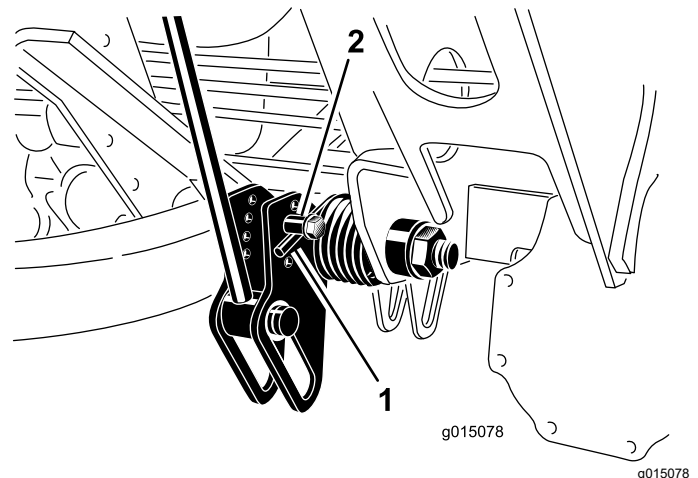

Figura 72
2. Infilate un tubo o un oggetto simile sull'estremità della molla lunga al fine di allentare la tensione della molla durante la messa a punto (Figura 72).
3. Mentre allentate la tensione della molla, togliete il bullone e il dado di bloccaggio che fissano l'attuatore della molla alla staffa (Figura 72).